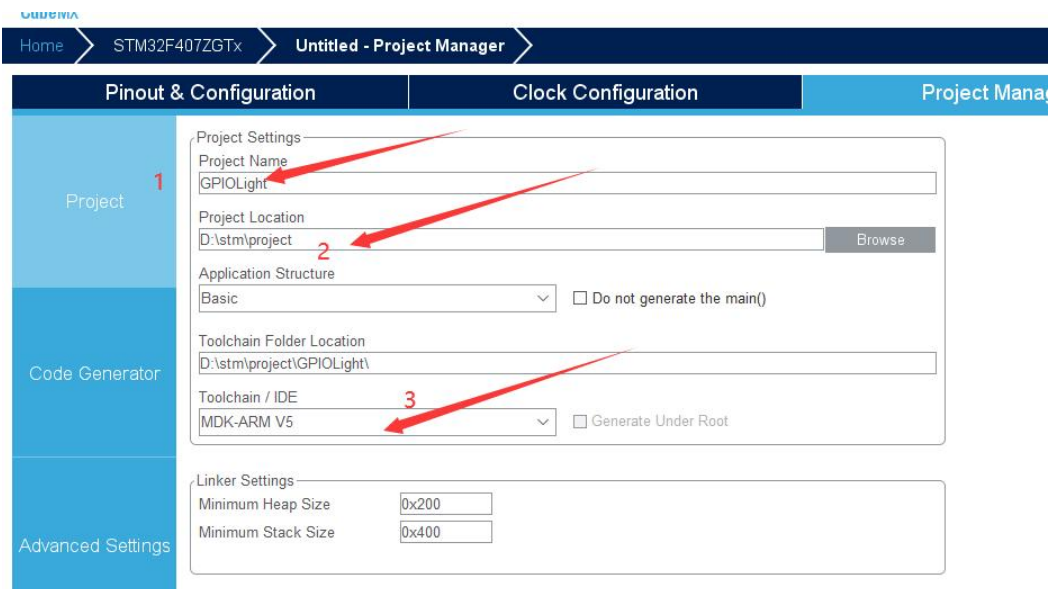

图 5.1.8 工程文件配置
- 7) 外设与时钟配置完成后，可以开始建立工程。选择 Project Manager 选项，如图 5.1.8 中，红色标号为 1 处表示为建立工程的名字(此处不能出现任何的中文字符)。红色标号为 2 处表示工程文件保存的地方(此处不能出现有中文字符)，红色标号为 3 处表示使用的编译器，这里选择 MDK-ARM V5. 其他地方保持默认即可。